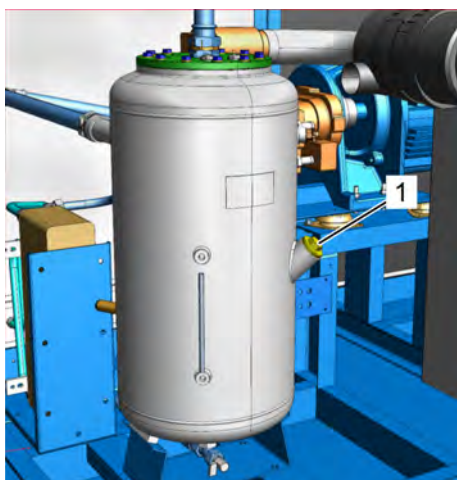

Рис. 33: Резьбовая пробка налив-ного отверстия
6. ➤ Удалите резьбовую пробку наливного отверстия на баке для воды (Рис. 33/1).